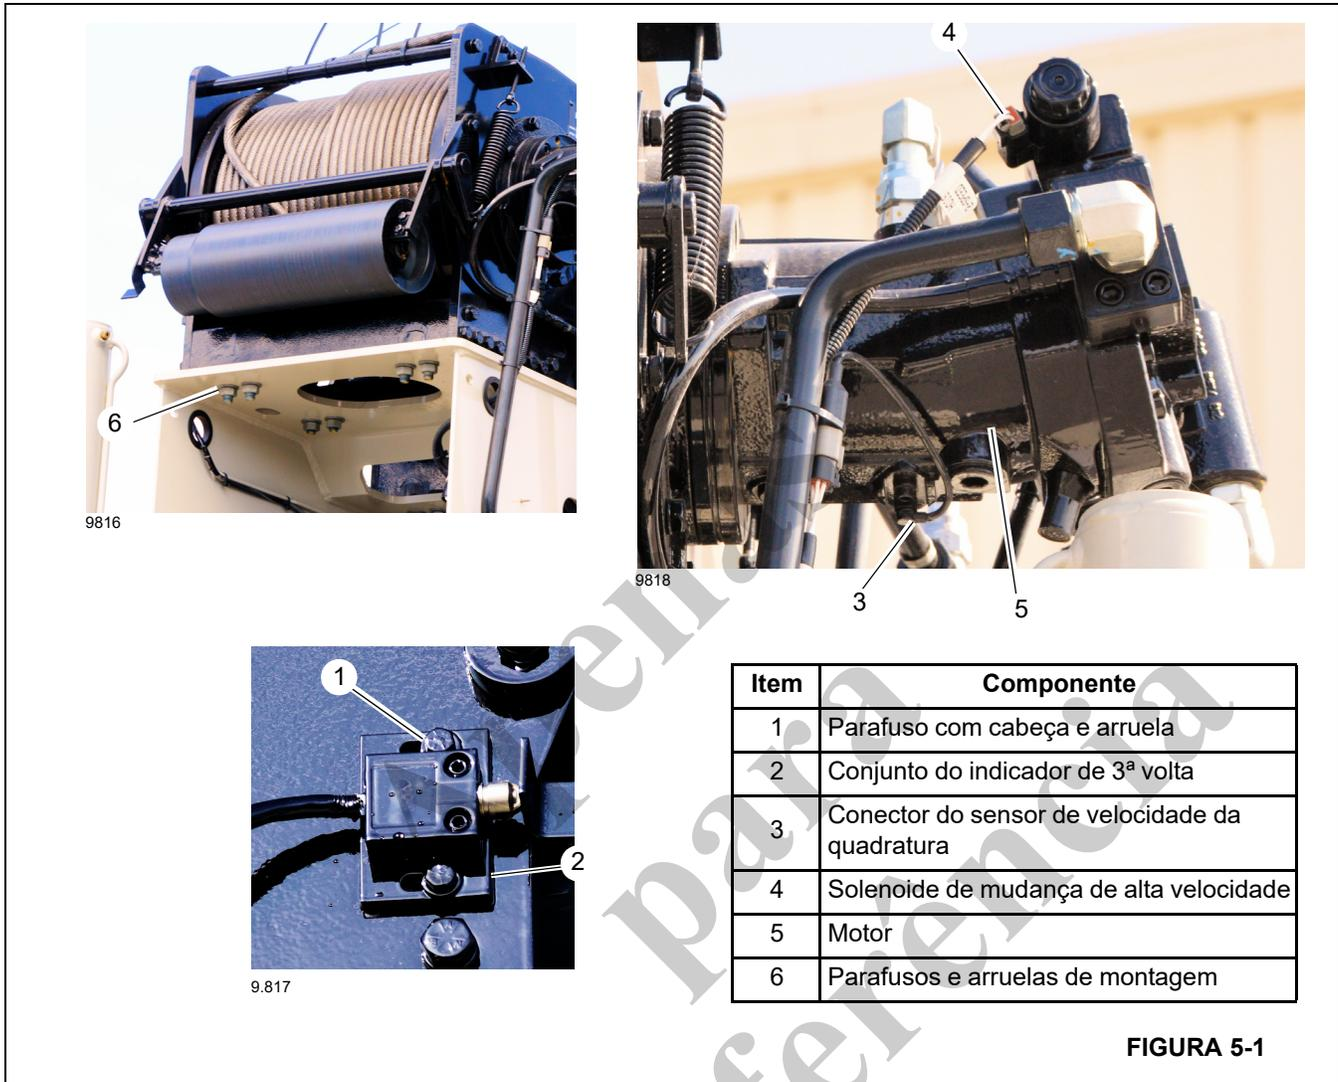

FIGURA 5-1
3. Remova dois parafusos (1, Figura 5-1) e remova o conjunto do Indicador de 3ª volta (2) do guincho.
4. Desconecte os conectores do solenoide de mudança de alta velocidade (4) e do sensor de velocidade de quadratura (3) do guincho.
7. Remova os parafusos e arruelas de montagem (6) do guincho.
2. Desconecte os conectores de 2 velocidades (3, Figura 5-1) e 4 velocidades (4) do motor do guincho.
3. Remova o chicote elétrico do DRI (1). Remova as braçadeiras conforme necessário.
2. Conecte os fios de 2 velocidades (3, Figura 5-1) e 4 velocidades (4) aos respectivos conectores no motor do guincho.